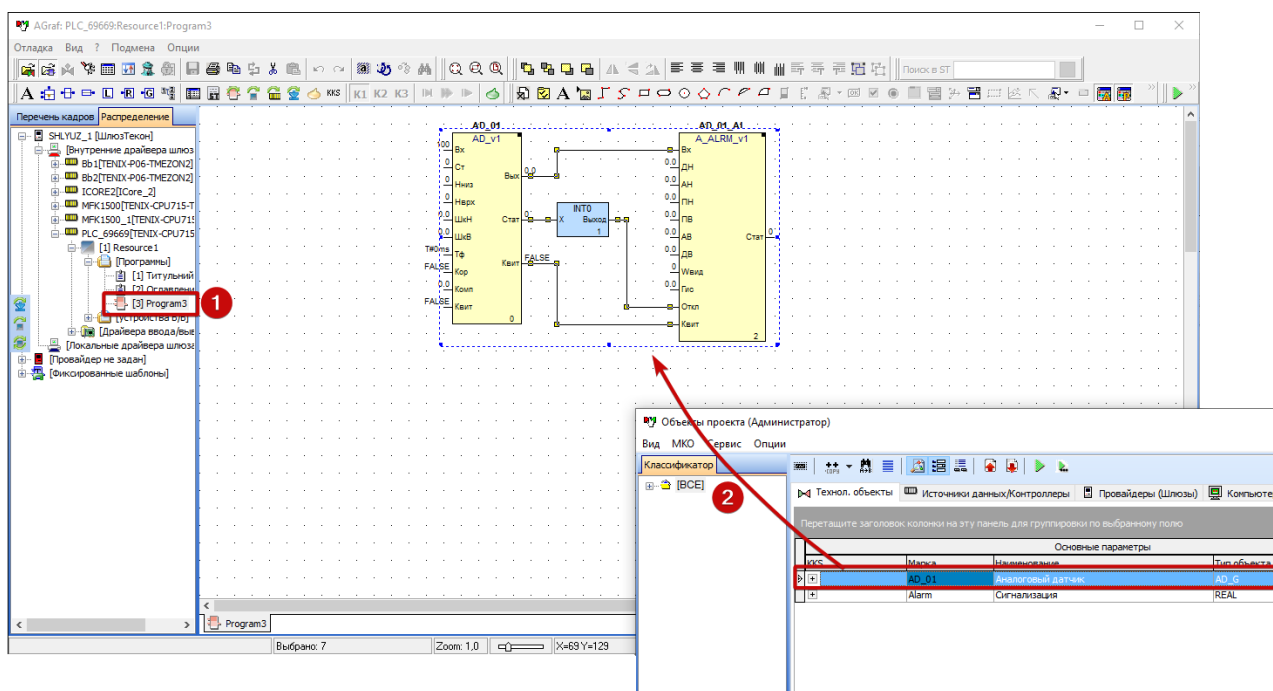

Рисунок 10.2. Добавление алгоритмического блока в программу
7) Откройте созданную программу двойным щелчком мыши (рис. 10.2 [1]).
- путем перетаскивания конкретного технологического объекта из окна "Объекты проекта" (для новых пользователей данный способ наиболее предпочтительный) (рис. 10.2 [2]).